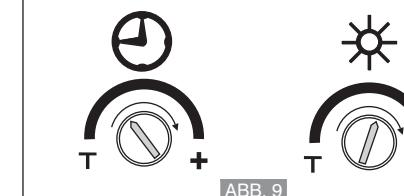

ABB. 9
- Durch das Drehen der Regler (und) im Uhrzeigersinn kann man die Helligkeitsschwelle (Dämmerungswert von 1 bis 100 Lux) und die Nachlaufzeit der Beleuchtung (von etwa 5 Sekunden bis 12 Minuten) einstellen; siehe Beispiel in ABBILDUNG 9.